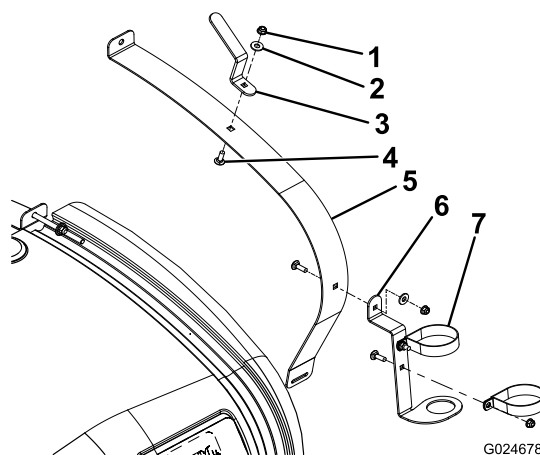
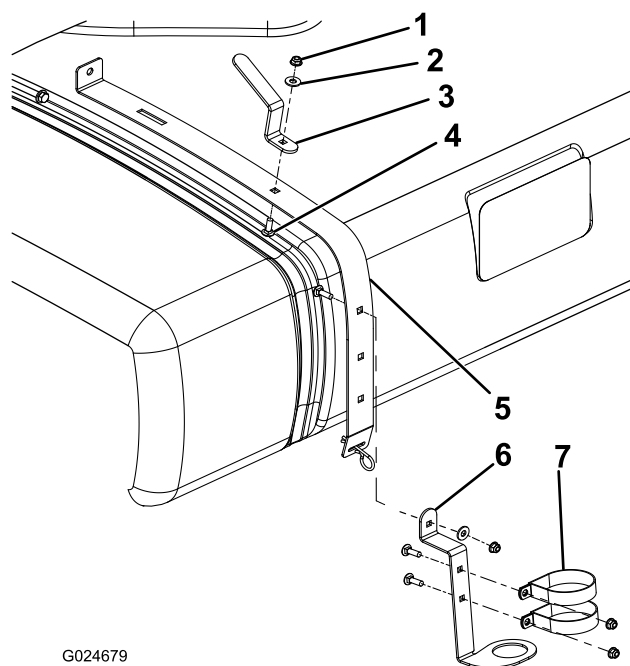

Figura 1
Figura 2
- En el Multi Pro 1750, afloje el fleje delantero derecho (Figura 1).
- En el Multi Pro WM, afloje el fleje trasero derecho (Figura 2).
3. Instale el soporte de la pistola de fumigación según se muestra en Figura 1 o Figura 2, usando un perno de cuello cuadrado, una arandela plana y una tuerca con arandela prensada.
4. Instale el gancho de la manguera según se muestra en Figura 1 o Figura 2, usando un perno de cuello cuadrado, una arandela plana y una tuerca con arandela prensada.